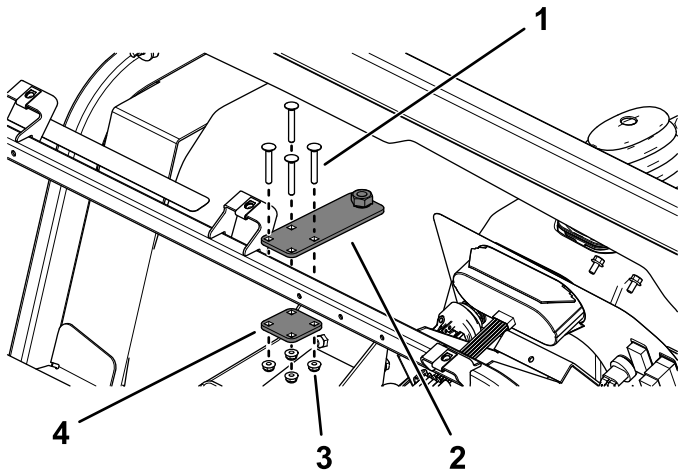

Bild 36
2. Befestigen Sie die Einstellplatte und die Rückplatte mit den vier Schlossschrauben ($\frac{1}{4}$ " x $1\frac{3}{4}$ ") und Bundmutter ($\frac{1}{4}$ ") am Stützrohr des Armaturenbretts, wie in **Bild 36** abgebildet.